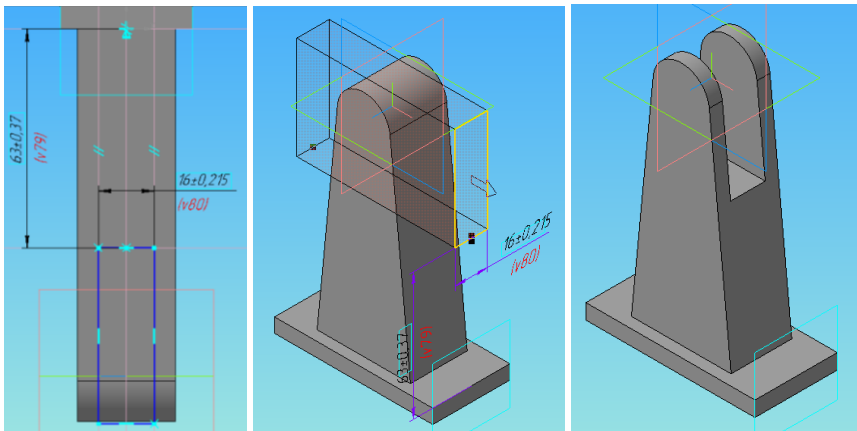

Рис.5 - Побудова Ескізу 4, операція вирізування видавлюванням і результат
5. Попередньо створити допоміжну площину, в якій буде будуватися паз. (пункт меню *Операции* – команда *Плоскость* – *Через ребро параллельно/перпендикулярно грани*). На панелі властивостей вказати положення площини – перпендикулярне грані, вказати ребро, через яке буде проходити площина (наприклад, праве ребро основи кронштейна) і саму грань (нижню грань деталі). На отриманій площині побудувати Ескіз 4, вийти з режиму ескізу і виконати операцію *Вырезать выдавливанием*, вказавши у полі *На расстояние* – *Через все* (Рис.5).